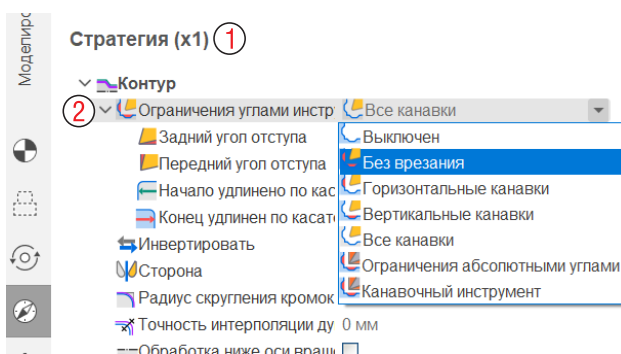

Рис. 10-11. Параметры стратегии операции чистового наружного точения.
На вкладке Стратегия (1) параметр Ограничения углами инструм. (2 на рис. 10-11) установите в значение Без врезания. Рассчитайте операцию.